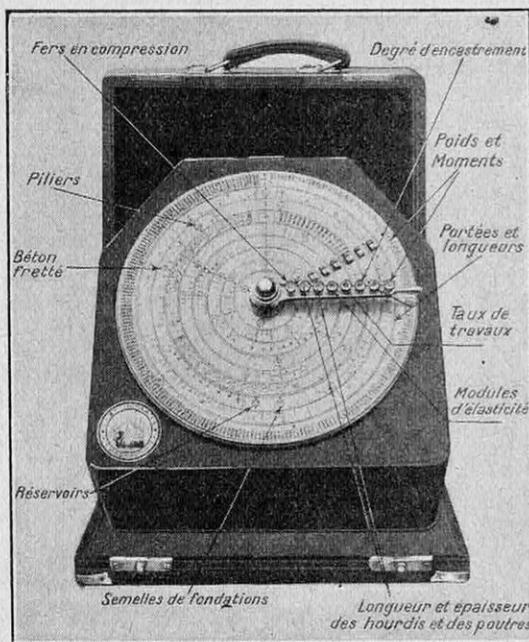

FIG. 25. — LA MACHINE « WASHINGTON »
Nous avons déjà décrit la machine à calculer le béton armé Rebo (1). Voici un autre appareil, du même fabricant, dont nous donnons la photographie (machine Washington, fig. 25).